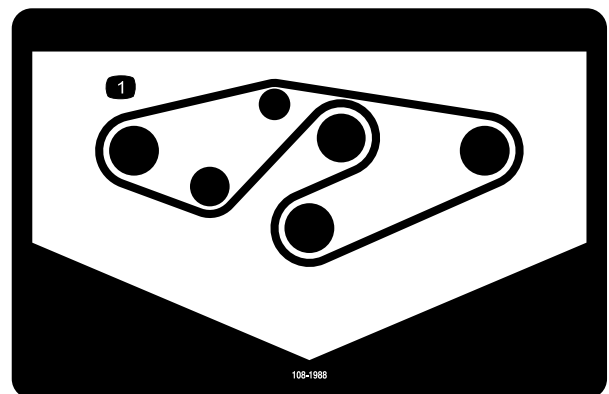

Figura 37
4. Pase la correa nueva alrededor de las poleas de los ejes y del conjunto de la polea tensora, según se muestra en Figura 37.